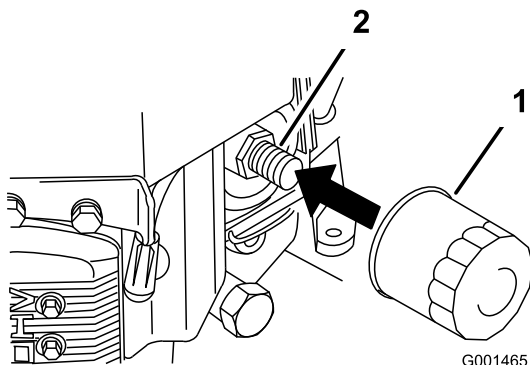

図 34
2. 古いフィルタ 図 34 を外す。
3. フィルタのガスケットにきれいなオイルを薄く塗る 図 34。
4. アダプタにフィルタを取り付け、ガスケットがアダプタに当たるまでフィルタを右に回し、そこから更に 3/4 回転増し締めする 図 34。